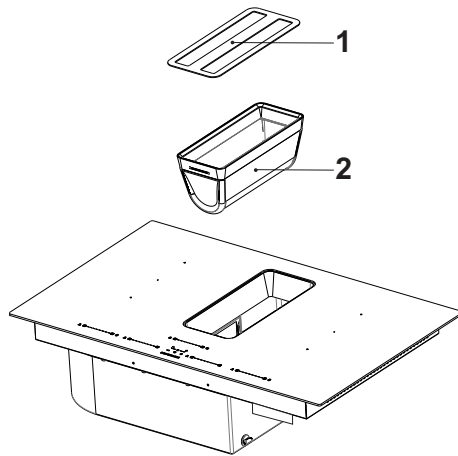

Abb. 72
**1.** ➔ Entfernen Sie die Randabsaugungsplatte und den Metallfettfilter (Abb. 72).